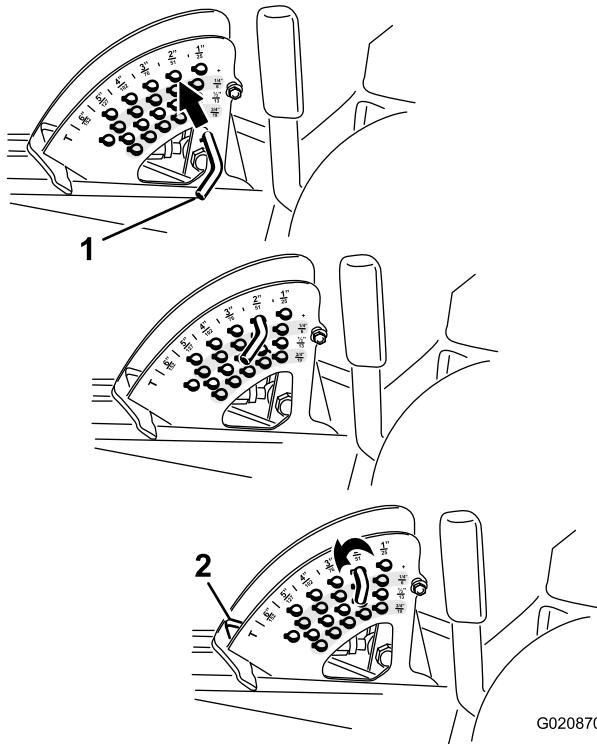

Figure 20
**Remarque:** Pour bloquer le plateau de coupe en position relevée, levez le plateau au-delà de la position 15 cm, retirez la goupille de butée de hauteur de coupe et placez-la à la position 15 cm (Figure 20).
2. Pour régler la hauteur de coupe, tournez la goupille de butée jusqu'à ce que la goupille cylindrique située à l'intérieur soit alignée sur les trous du support de hauteur de coupe et déposez-la (Figure 20).
3. Placez la goupille dans le trou du support correspondant à la hauteur de coupe voulue et tournez-la pour la verrouiller en place (Figure 20).
**Remarque:** Il y a 4 rangées de trous (Figure 20). La première rangée donne la hauteur de coupe indiquée au-dessus de la goupille. La deuxième rangée donne la hauteur indiquée plus 6 mm. La troisième rangée donne la hauteur indiquée plus 12 mm. La dernière rangée donne la hauteur indiquée plus 18 mm. Un seul trou, situé dans la deuxième rangée, correspond à la hauteur 15,8 cm. Il n'ajoute pas 6 mm à la hauteur de 15,8 cm.